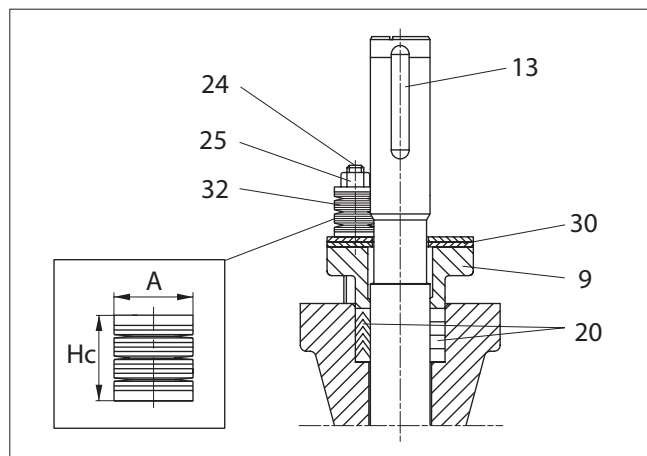
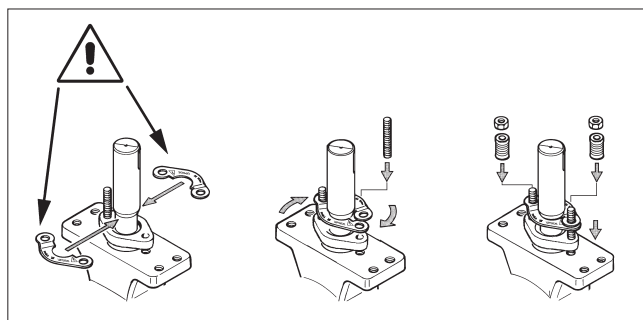

Fig. 19 Bøsningspakning, RE/RE1
Fig. 20 Montering af holdepladerne
I pakninger sikres tæthed ved kontakten mellem pakdåsen og pakringene. Se fig. 19
- Fjern kilen (13).
- Fjern sekskantmøtrikkerne (25), skivefjederstættene (32), den ene tap (24), holdepladerne (30) og pakdåsen (9).
- Fjern pakringene (20) fra rundt om skafte med en kniv eller et andet spidst instrument uden at ridse overfladerne.
- Placer de nye pakringe (20) over akslen (11). Pakdåsen kan bruges til at skubbe ringene ind i forsækningen. Pas på ikke at beskadige pakningsringene i akselkilegangen. Se fig. 19
- Deformér først pakringene ved at stramme pakmøtrikkerne (25) uden skivefjeder til momentet Tt, se værdien i tabel 2.
- Fjern møtrikkerne og den ene tap. Montér holdepladerne (30) med teksten UPSIDE opad og den fjernede tap og anbring skivefjederstættene (32) på pakdåsetappene. Spænd møtrikkerne (25), så skivefjederne presses sammen til højden Hc, se tabel 2. Lås møtrikkerne med låsemiddel f.eks. Loctite 221. Se fig. 20.